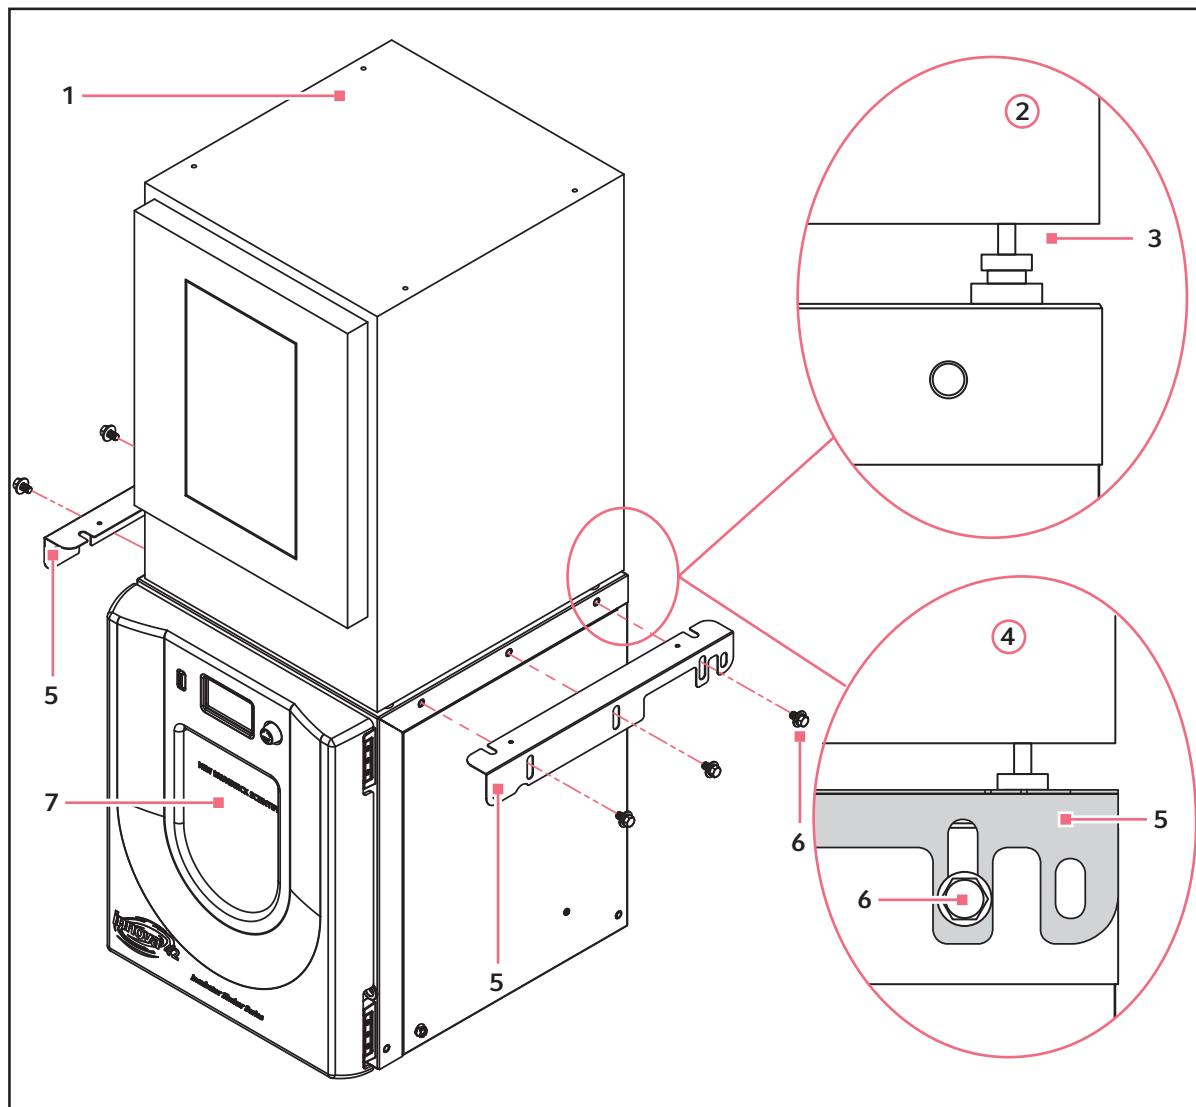

Fig. 4-10: Empilhando um Innova 4200/4230 sobre um Innova 42/42R
3. Com a ajuda de um elevador ou outro equipamento adequado, centre o Innova 4200/4230 sobre o Innova 42/42R, ambos virados na mesma direção conforme demonstrado abaixo (aqui Fig. 4-10 na pág. 40).